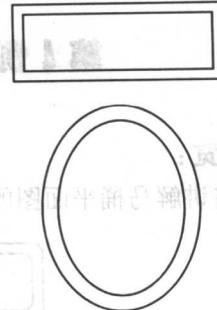

图 4-5 偏移图形
5. 重复使用“偏移”命令，将椭圆向内偏移 30mm，如图 4-5 所示。